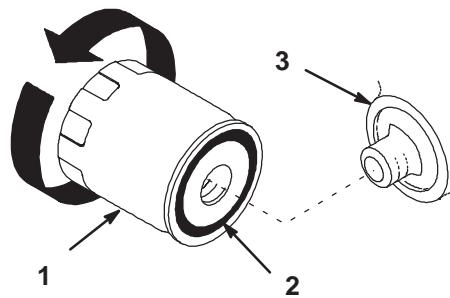

Figure 25
2. Déposez le filtre à huile usagé et essuyez la surface du joint de l'adaptateur (Fig. 25).
5. Appliquez une fine couche d'huile neuve sur le joint en caoutchouc du filtre de rechange (Fig. 25).
6. Posez le filtre à huile de recharge sur l'adaptateur. Tournez le filtre dans le sens horaire jusqu'à ce que le joint en caoutchouc touche l'adaptateur, puis donnez 1/2 tour supplémentaire (Fig. 25).